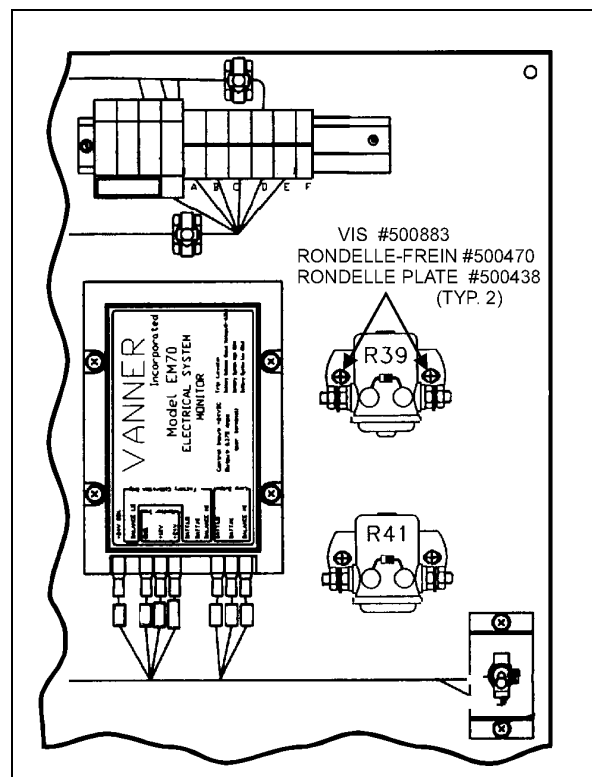

FIGURE 4
5. Mettre le relais R39 en place tel qu'illustré à la figure 4, puis le fixer en utilisant les vis auto-taraudeuses (#500883), les rondelles-frein (#500470) et les rondelles plates (#500438).
6. Mettre le relais R41 en place tel qu'illustré à la figure 4, puis le fixer en utilisant les vis auto-taraudeuses (#500883), les rondelles-frein (#500470) et les rondelles plates (#500438).